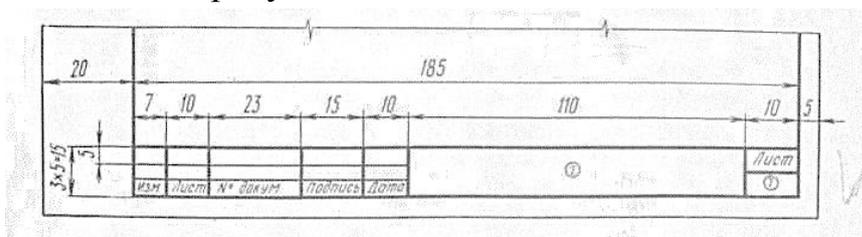

Рисунок 3
**Пример – Рисунок 3. Плата управления прибора ПКП-32**